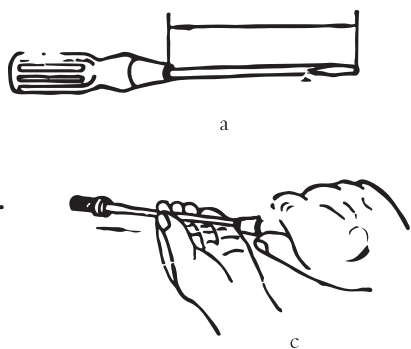

图2-8 螺丝刀及其使用
(8) 螺丝刀（又名起子）：用来紧固头部带沟槽或十字沟槽的螺钉。它由刀体和手柄组成，刀体的头部呈刀口形或十字凸起形。其规格以刀体部分的长度表示，如100毫米（4"）、150毫米（6"）、200毫米（8"）、300毫米（12"）等（见图2-8）。使用时，按螺钉沟槽的宽度选择相适应的螺丝刀，右手握柱螺丝刀的柄部，左手扶住刀体的前部，使刀口伸入螺钉沟槽内，刀口顶部顶在螺钉沟槽的底部，右手用力转动手柄，将螺钉旋紧。